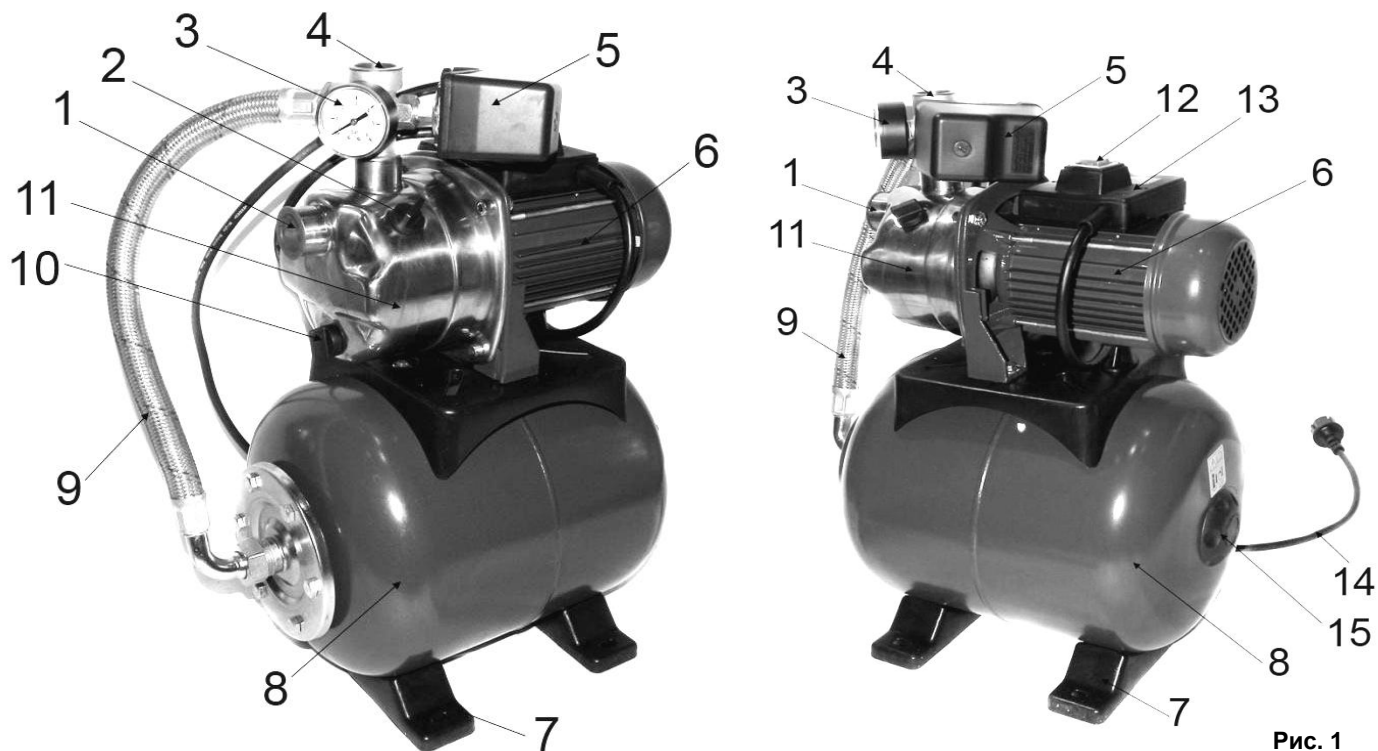

Рис. 1
- Электронасос состоит из насосной части и электродвигателя (6), который крепятся на переходном фланце.
- Электродвигатель (6)(См. Рис.1) - асинхронный, закрытого типа с наружной вентиляцией. На двигателе установлена клеммная коробка (13), в которой находятся конденсатор и клеммные колодки для соединения электродвигателя с кабелем питания.
- Гидроаккумулятор (8) служит для аккумулирования воды под давлением. Состоит из резервуара со сменной резиновой мембраной, имеет пневмоклапан для закачки воздуха.
- Гидроаккумулятор с расширительным баком (резиновой мембраной)(8) служит для аккумулирования воды под давлением и сглаживания гидроударов.
- Реле давления (5) служит для автоматического включения и выключения насоса в зависимости от давления воды в системе.
- Манометр (3) предназначен для визуального контроля давления в системе.
- После прекращения отбора воды потребителями давление воды в системе растёт до верхнего предела настройки реле давления (5).
- В отверстия напорного и, соответственно, всасывающего патрубка (3) и (1) (См. Рис.1; 2) установите штуцера или другие соединительные элементы водопроводной системы (в комплект поставки не входят), обеспечив герметичность соединения.
- Перед запуском насосной станции необходимо убедиться в наличии давления (1,5 - 2 бар) в ресивере (8)(См. Рис.1).
- Выкрутите пробку заливного отверстия (2)(См. Рис.1).
- Закрутите заливную пробку (2)(См. Рис.1).
- Для слива воды из насоса перед его демонтажем, использовать сливную пробку (10)(См. Рис.1).
- Нажмите на кнопку включения (12)(См. Рис.1).